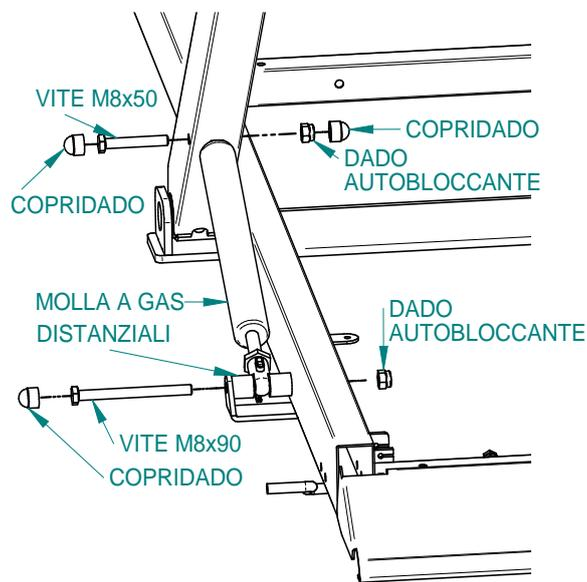

Fig. 2
4. Installare le molle a gas sui montanti da entrambi i lati: serrare il dado autobloccante lasciando i distanziali liberi di ruotare (Fig. 2).